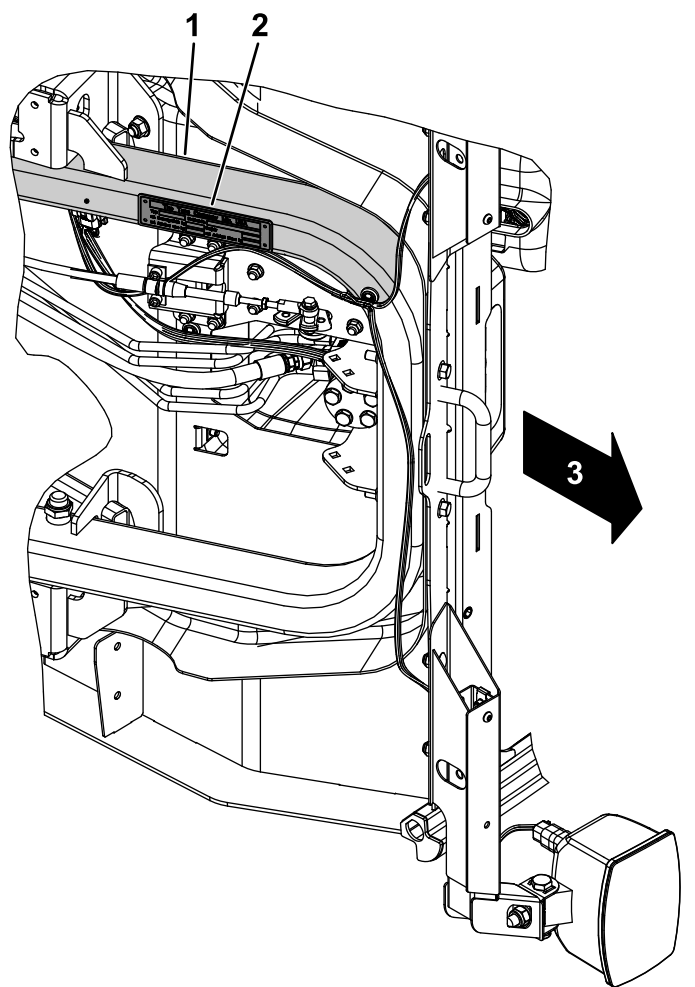

Figura 43
3. tergeți partea de jos a cadrului i a plăcii cu număr de serie folosind un erveel pe bază de alcool (Figura 43).